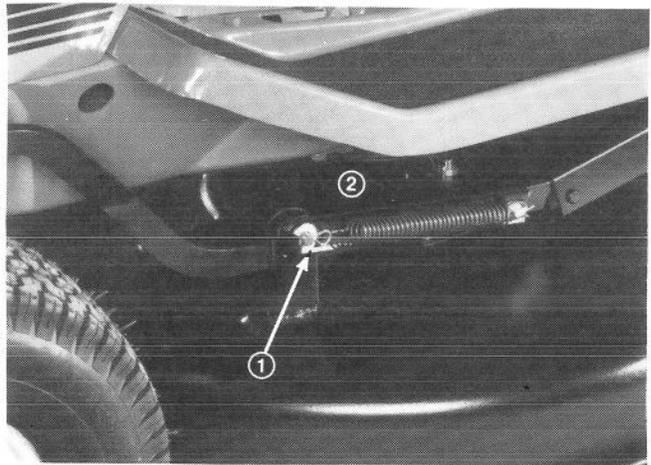

Fig. 17
2. Régler l'unité de coupe à la hauteur de coupe la plus basse, déposer les goupilles et les rondelles qui fixent les brides des ressorts de l'unité de chaque côté (Fig. 17) et sortir les brides des goupilles.